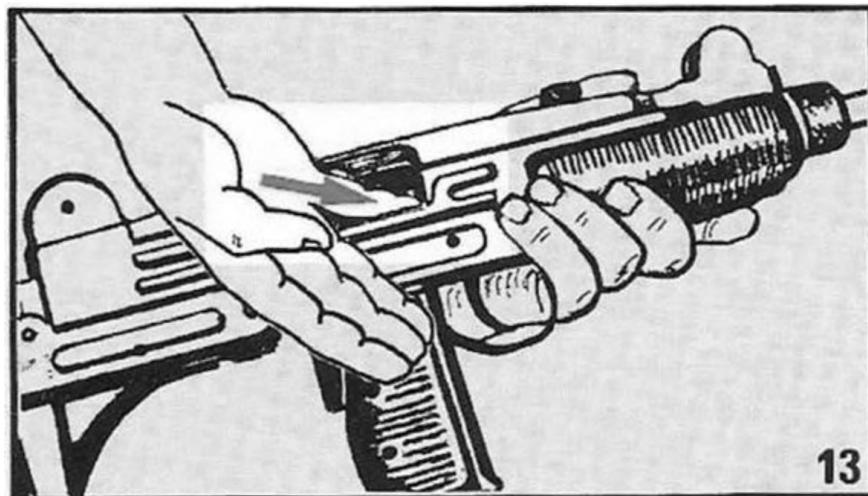

Рисунок 4.16 – Переконання відсутності патрона в патроннику
2) переконайтесь у відсутності патрона в патроннику (рисунок 4.16).